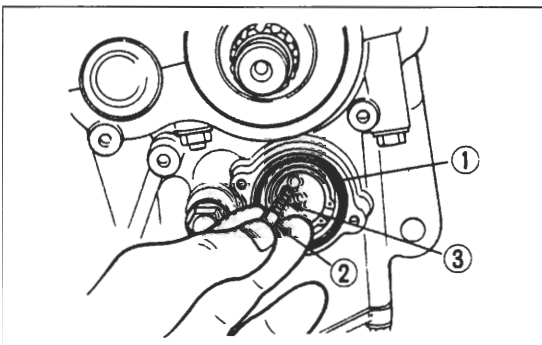
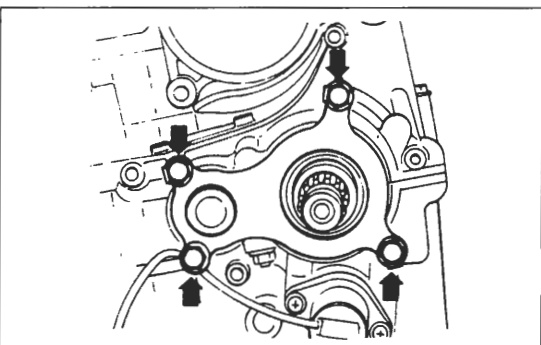

Bild 225
Bild 226 ◀
● An Zwischenwelle vier Lagerschildschrauben und zwei Leerlaufschalterschrauben ausdrehen, Lagerschild abnehmen und Schalter ausbauen (Bild 225). O-Ring ① Bild 226, Schalterkontakt ② und Feder ③ abnehmen.